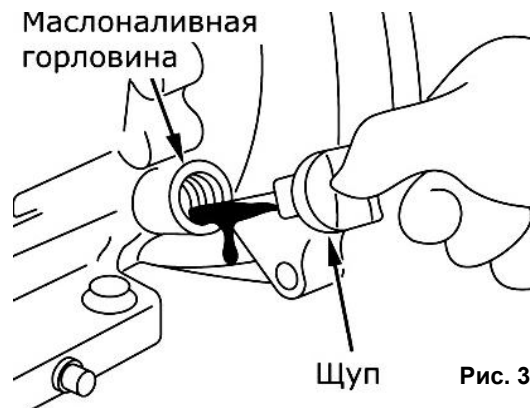

Рис. 3
- Протрите щуп тканью и вставьте обратно в отверстие незавинчивая. Снова выньте щуп – и на нем останется метка уровня масла (См. Рис.3).
- Если уровень масла меньше нижней линии (L) на щупе, долейте масло до верхней линии (H).